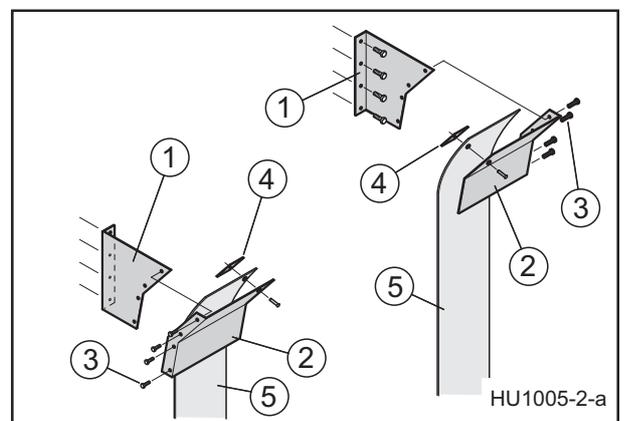

Abb. 12
Den vorderen Teil des Einführtrichters (2) mit Schrauben (3) am hinteren Teil des Einführtrichters (1) fixieren (Abb. 12).